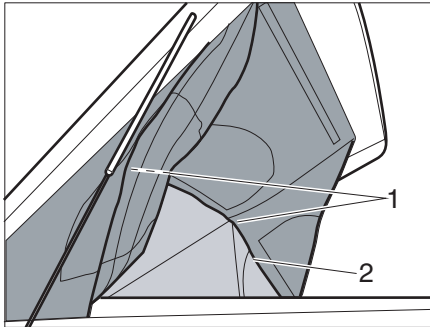

Bild 38 Panoramafunktion
- ▶ Den Reißverschluss (Bild 38,2) rundum am Aufstelldach öffnen.
- ▶ Seitenwände und Frontwand mit Klettverschluss (Bild 38,1) am Aufstelldach oben fixieren.